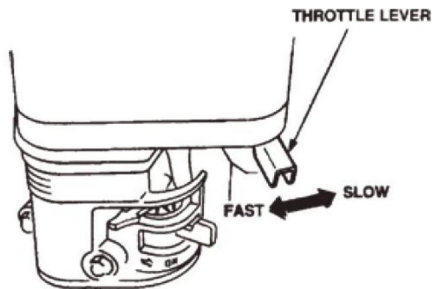

FIG.11
9.9 Para comenzar a allanar, mueva la palanca del acelerador (FIG. 11) hacia la posición "RÁPIDO".
10.1 Mueva la palanca del acelerador a la posición IDLE o LENTO (FIG. 11) y Haga funcionar el motor durante tres minutos a baja velocidad.